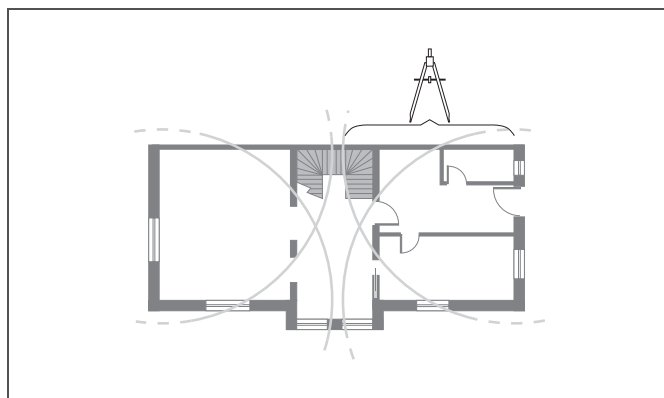

Fig. 3-1 Trasaerea razei de acțiune
2. Trasați razele de acțiune (liniile gri) (vezi fig. 3-1):